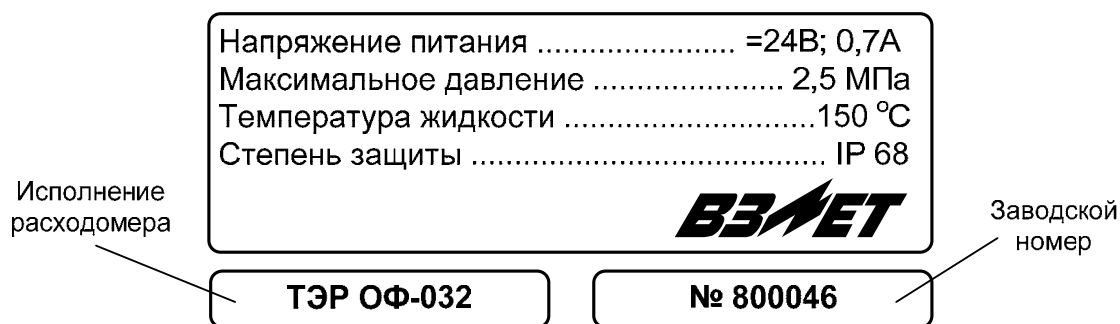

Рис.2. Вид шильда расходомера.
1.8.1. Сверху на корпус БЭ закрепляется шильд (рис.2), на котором указываются: